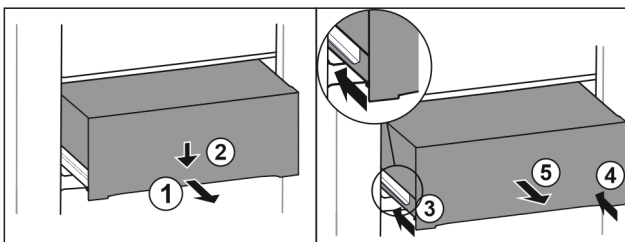

Fig. 133
- ▶ Estrarre il cassetto a metà. Fig. 133 (1)
- ▶ Premere il cassetto sul lato anteriore verso il basso. Fig. 133 (2)
- ▶ Spingere la guida sinistra di circa 2 cm verso l'interno. Fig. 133 (3)
- ▶ Spingere la guida destra di circa 2 cm verso l'interno. Fig. 133 (4)
- ▶ Rimuovere il cassetto tirandolo in avanti. Fig. 133 (5)